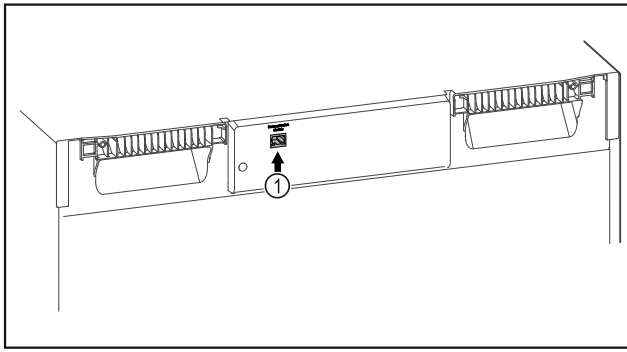

Fig. 111
- SmartModule Fig. 111 (1) on otettu käyttöön.